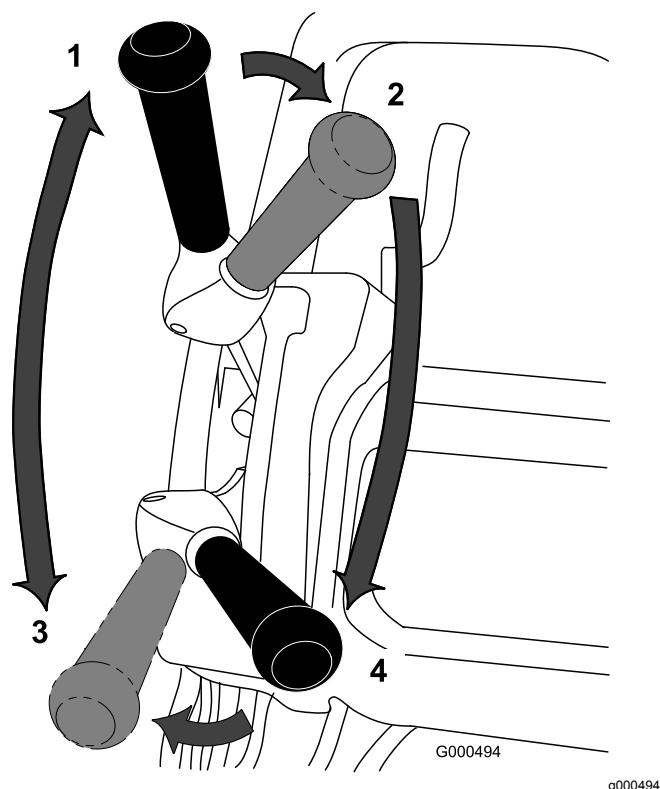

Figura 23
1. Ligue o motor, coloque o acelerador a uma velocidade reduzida, empurre a pega para levantar a unidade de corte, pressione o controlo de presença do operador, desloque a alavanca de tração e de engate da transmissão do cilindro para a posição FRENTE (transporte) e transporte a máquina até uma ponta do relvado (**Figura 23**).
2. Mova a alavanca para a posição de PONTO MORTO (**Figura 23**).
- Mova a alavanca de tração para a posição de PONTO MORTO e a de transmissão do cilindro para DESENGATAR (Figura 23).
- Mova a alavanca de tração para a posição FRENTE e a de transmissão do cilindro para ENGATAR (Figura 23), aumente a velocidade do acelerador até que a máquina se desloque à velocidade pretendida, conduza a máquina para o relvado, desça a unidade de corte para o solo e comece o corte.